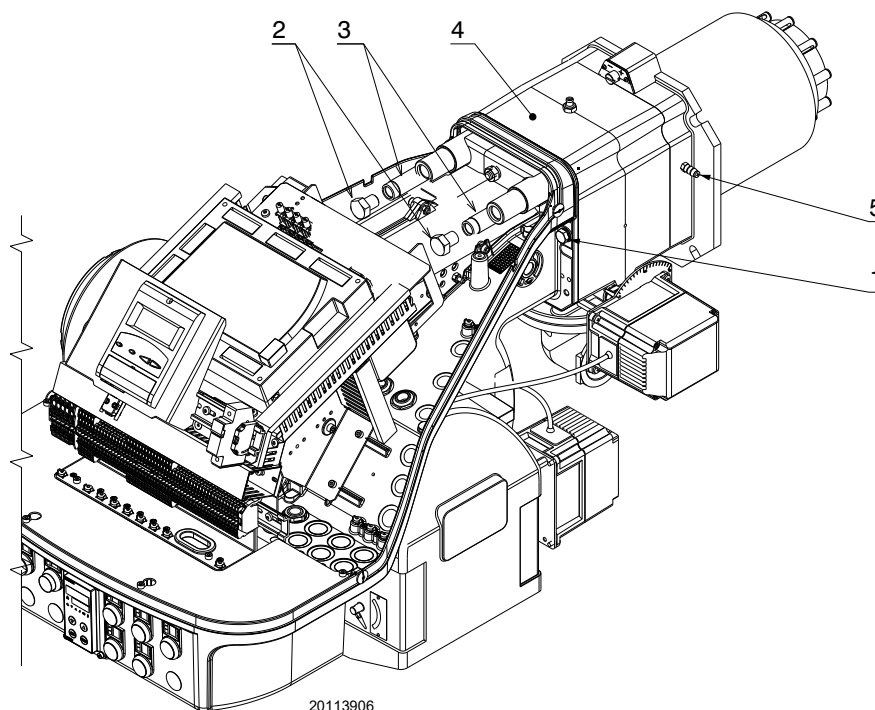

Рис. 20
- Вставьте кабель датчика и кабель электрода, а затем продвиньте горелку до муфты, положение горелки показано на Рис. 20.